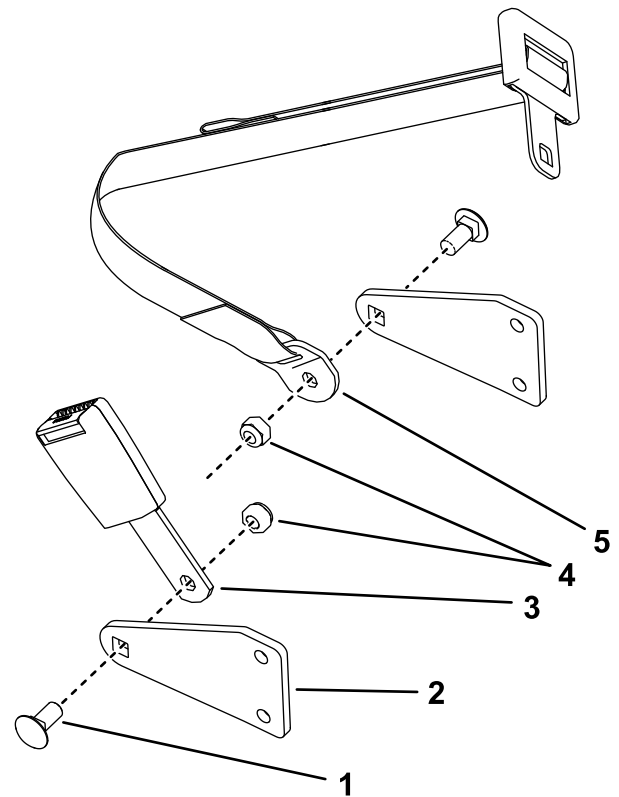

Figura 9
1. Instale la hebilla y la lengüeta del cinturón de seguridad en el interior de las placas de enganche del cinturón de seguridad con 2 tornillos de cuello cuadrado (7/16" x 1") y 2 contratuercas (7/16"), como se muestra en la Figura 9.